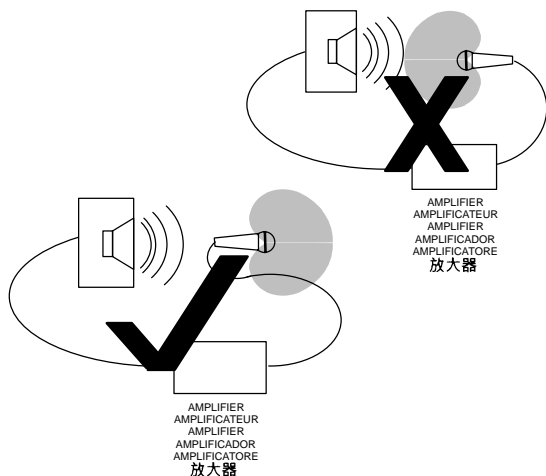

FIGURE 1 • ABBILDUNG 1 • FIGURA 1
2. Das Mikrofon auf die Schallquelle und weg von unerwünschten Schallquellen richten (siehe Abbildung 1), um die beste Verstärkung vor Rückkopplung und Isolierung von unerwünschten Hintergrundgeräuschen zu erzielen. Das BG1.1 zeichnet sich durch ein Kardioidenpolarmuster aus, das am empfindlichsten für Geräusche unmittelbar vor dem Mikrofon ist, während die Tonaufnahme direkt hinter dem Mikrofon abgeschwächt wird.